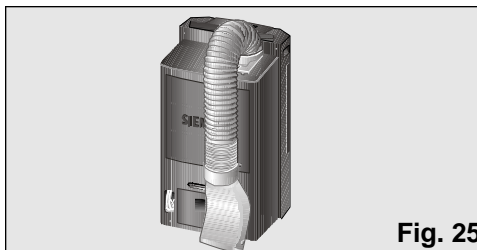

Fig. 25
- ❑ Para isso dobra-se o tubo para a parte traseira do equipamento, prendendo-o na fixação do difusor, **Fig. 25 e 26**.